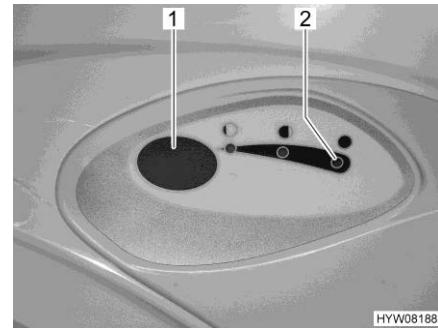

Fig. 200 Pulsante dello sciacquone/spia di controllo (toilette Thetford)
- Per sciacquare premere il pulsante blu (Fig. 200,1).
La spia di controllo (Fig. 200,2) si accende quando il serbatoio fisso deve essere svuotato.